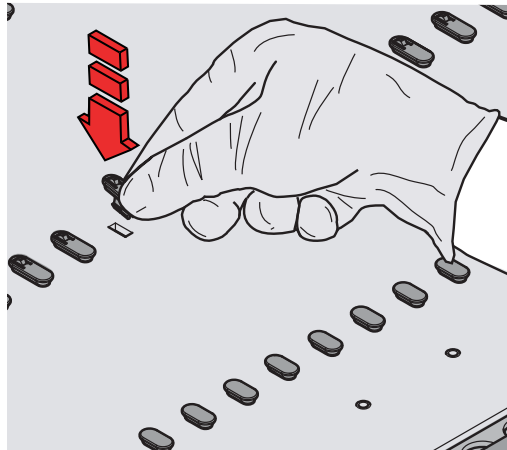

Fig. 7-22 Insertion d'une goupille de positionnement
- 3** En exerçant une pression, introduisez la goupille de positionnement dans la rainure désignée de la table de travail Fig. 7-22 , Fig. 7-35.